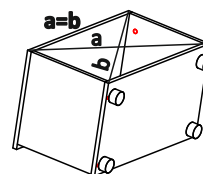

рис. 1
1. В боковину левую (1) и боковину правую (2) вернуть дюбели ввинчиваемые
2. Соединить боковины вязкой (4), зафиксировать стяжкой эксцентриковой
3. Прикрутить к боковинам крышки (3) евровинтами
5. Прибить заднюю стенку (7) гвоздями 2х20, предварительно выравнив диагональ (рис. 1)